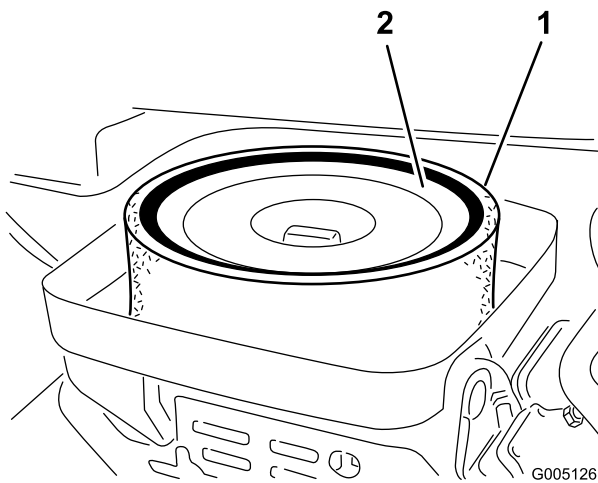

Bild 47
3. Nehmen Sie einen verschmutzten Schaumeinsatz vorsichtig vom Papiereinsatz ab (Bild 47). Reinigen Sie ihn gründlich wie folgt: